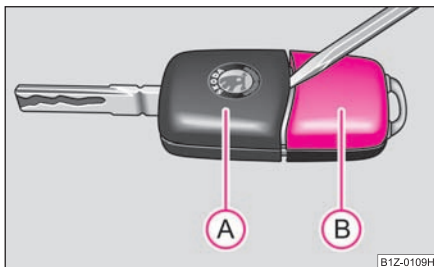

Fig. 29 Desfacerea cheii cu telecomandă
Fiecare cheie conține o baterie, care se găsește în capacul (B) ⇒ fig. 29 carcasei emițătorului. Vă recomandăm să vă adresați unei unități autorizate pentru înlocuirea bateriei telecomenzii. Dacă doriți totuși să înlocuiți singur bateria, procedați în felul următor:
- Desprindeți cheia (A) ⇒ fig. 29 cu ajutorul unei șurubelnițe subțiri de carcasa (B).